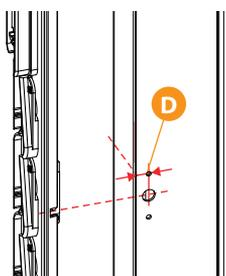

Fig. 01
1. Rilevare la posizione in altezza della vite senza fine del meccanismo di rotazione "A", accostando il profilo montante al profilo anta (Fig. 01)
2. Realizzare sul profilo anta un foro \varnothing 8 mm (Fig. 01) alla distanza D per come specificato nella tabella A